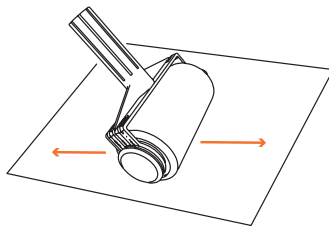

Abb. 2 | Fig. 2 | Fig. 2 | fig. 2 | afb. 2 | 2. ábra | obr. 2 | obr. 2 | fig. 2 | rys. 2 | res. 2
5. Jetzt müssen Sie den Paint Runner Pro „laden“. Dazu wälzt man ihn mit etwas Druck 2-3 Minuten auf einer alten Zeitung, bis auf der ganzen Rolle Farbe sichtbar wird (Abb. 2).
5. You now need to 'charge' the Paint Runner. Do this by rolling it on old newspaper for 2-3 minutes applying a bit of pressure, until paint is visible all over the roller (Fig. 2).